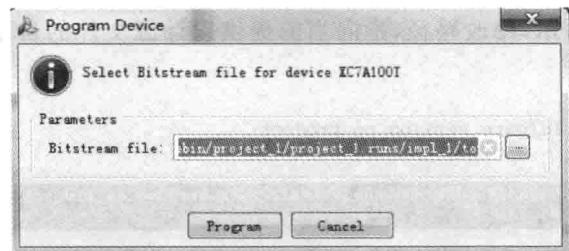

图 2.64 确认选择的编程文件对话框界面
(18) 如图 2.64 所示,出现 Program Device(编程器件)-Select Bitstream file for device XC7A100T(选择用于 XC7A100T 的比特流文件)对话框界面。